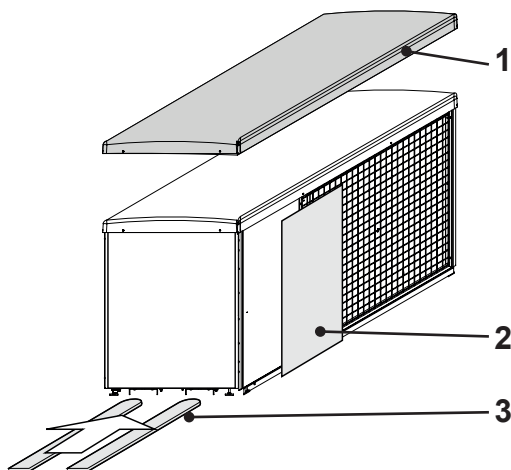

Fig. 08
- Desserrer 3 le couvercle et 12 les vis (1, Fig. 08) de la pompe à chaleur et les retirer.
- Désolidariser les coffrages latéraux (2, Fig. 08) à côté de la grille de protection d'aspiration et les retirer.